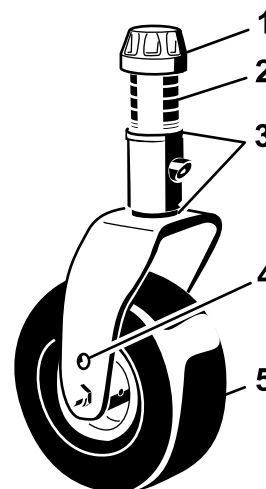

Figura 6
2. Coloque los ejes de las ruedas giratorias en el mismo taladro en ambas horquillas. Consulte en Figura 6 los taladros correctos para cada ajuste.
3. Retire el casquillo tensor del eje (Figura 6) y deslice el eje fuera del brazo de la rueda giratoria. Coloque los dos suplementos (3 mm) en el eje de la misma forma que en la instalación original. Estos suplementos son necesarios para obtener el mismo nivel en toda la anchura de las unidades de corte. Coloque el número adecuado de espaciadores de 13 mm (consulte la tabla siguiente) en el eje para conseguir la altura de corte deseada, luego coloque la arandela en el eje.